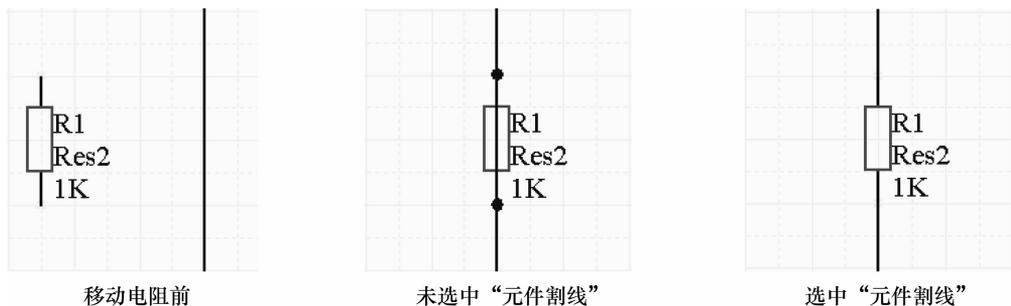

图4-22 选中“元件割线”复选项前后的区别
(3) “元件割线”复选项：用于设置元件自动断开导线功能，该选项只有在“Optimize Wires Buses”复选项已被选中的情况下才被激活。在选中此复选项后，将一个元件布置到一根连续导线上，使这个元件的两个引脚同时与导线相连，则该元件两个引脚间的导线段将被切除。如果未选中该复选项，系统不会自动切除连线夹在元件引脚中间的部分。如图4-22所示为将一个电阻符号移动到一条导线上时，在选中“元件割线”复选项前后的结果对比。